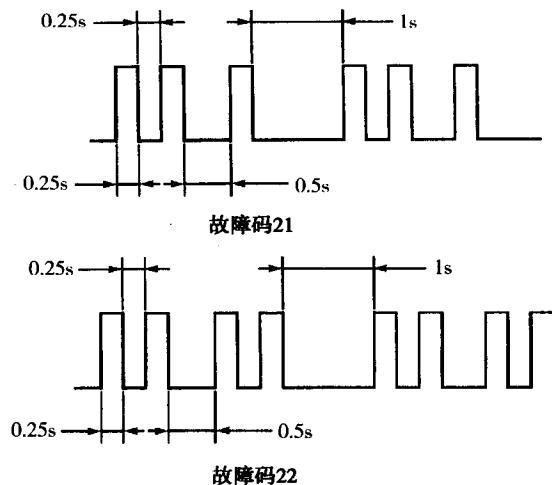

图 1-1-2
(3) 注册第二把主钥匙。将主钥匙插入点火锁芯，SECURITY 指示灯将熄灭至少 1s，然后变亮，从点火锁芯中拔出主钥匙。
(4) 注册副钥匙。将副钥匙插入点火锁芯，SECURITY 指示灯将熄灭至少 1s，然后变亮，从点火锁芯中拔出副钥匙，确保 SECURITY 指示灯开始闪亮。
(5) 如果注册完成且系统工作正常，则从点火锁芯中拔出点火钥匙时，SECURITY 指示灯将闪亮。若在自动注册模式下，对于遥控器钥匙 ECU 来说，点火钥匙注册没有完成，则 SECURITY 指示灯将显示故障码 21。插入已经注册的点火钥匙时，SECURITY 指示灯将显示故障码 22。故障码显示见图 1-1-2。